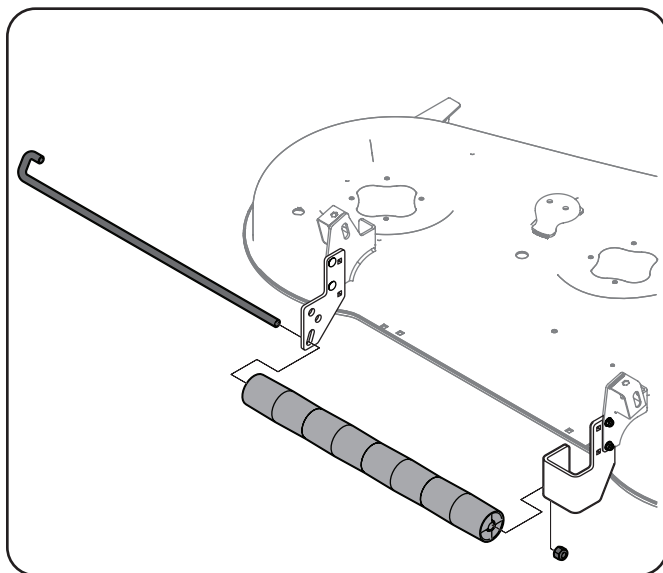

Figure 1-11
3. Assurez-vous que l'extrémité en forme de J de la goupille du galet est fixée dans l'orifice de montage du support de galet gauche (n° 6), puis fixez-la sur la goupille du galet avec un écrou de blocage 1/2 (n° 4). Consultez la Figure 1-11.